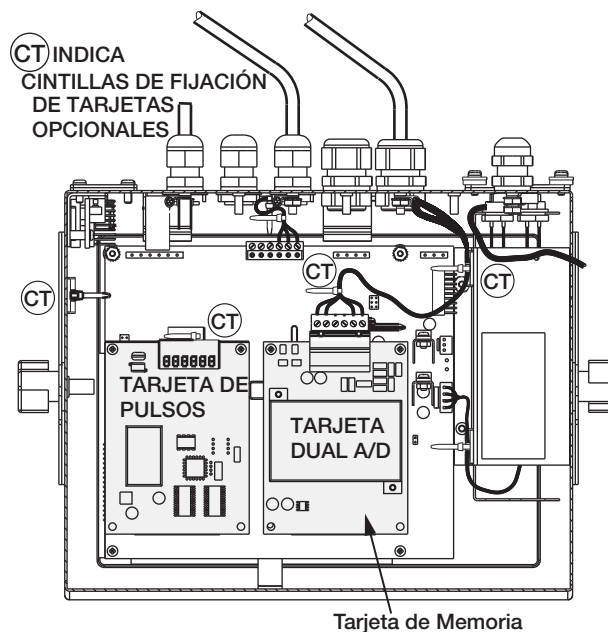

Figura 2-10. Tarjetas Opcionales Instaladas, Mostrando los Cables Asegurados
4. Haga las conexiones a la tarjeta opcional como se requiera. Use cintillas de fijación para asegurar los cables sueltos dentro del gabinete, como se muestra en la Ver Figura 2-10. Al concluir la instalación, reensamble el gabinete como se indica en Sección 2.6.